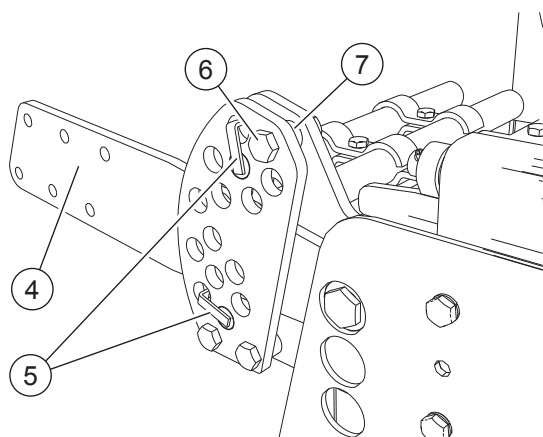

FIG. 11
- Svitare i bulloni (6, "Fig. 11"). Rimuovere il distanziale (7). Rimuovere la copiglia e il perno superiore (5). Abbassare il braccio (4) fino a farla appoggiare sul perno inferiore (5). Inserire il perno superiore (5) nel primo foro libero sopra il braccio. Bloccare i perni con la copiglia.